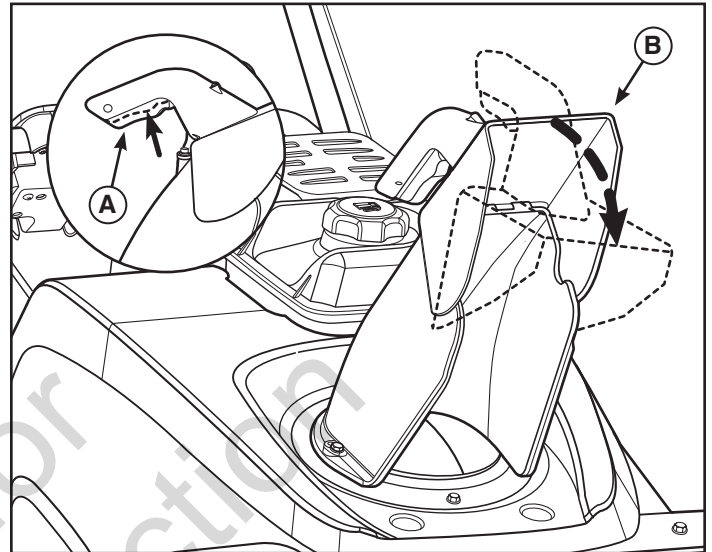

Figure 11
1. Serrez le bouton (A, Figure 11) de la poignée du déflecteur et ajustez le déflecteur (B) vers le haut ou vers le bas pour fixer la hauteur et la distance d'éjection de la neige.